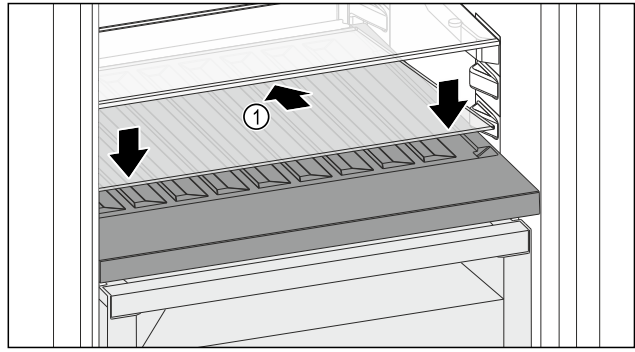

Fig. 86
- ▶ Вставьте стеклянную пластину Fig. 86 (1) наискосок и с уклоном назад вниз.
- ▶ Опустите стеклянную пластину Fig. 86 (1) спереди.